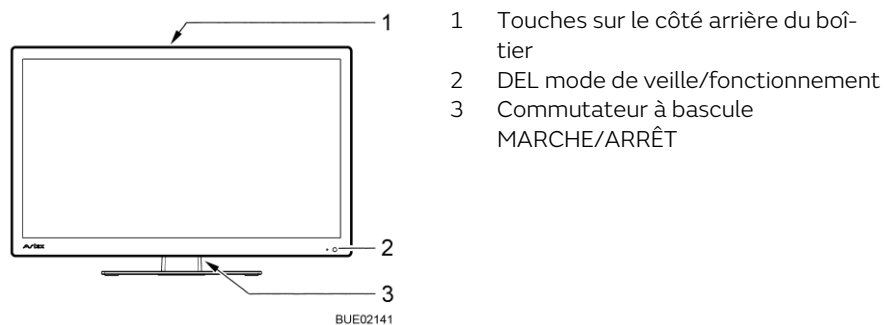
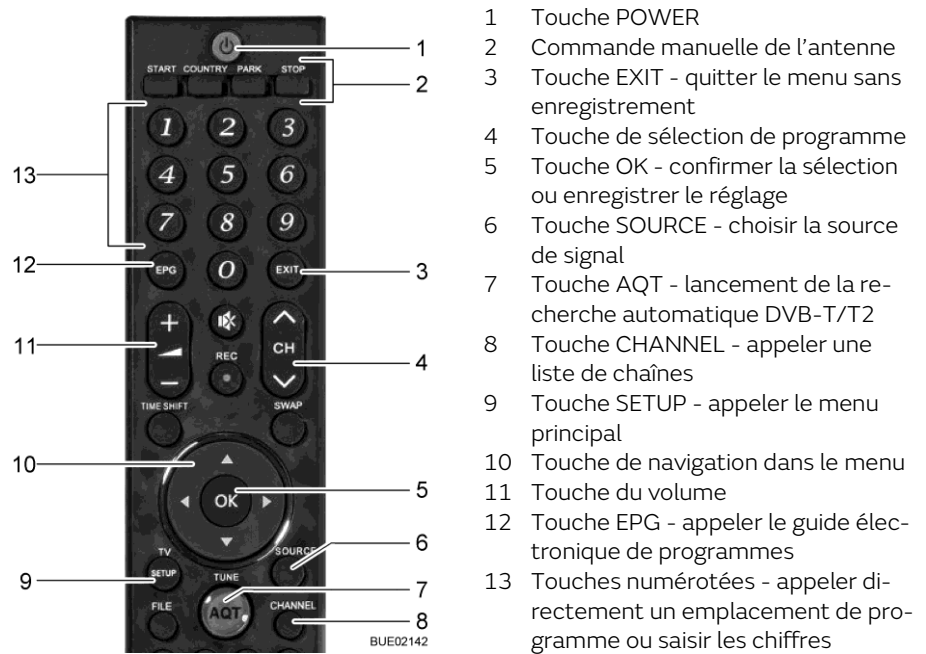

Fig. 50 Commande à l'écran plat
Fig. 51 Télécommande
- Positionner le commutateur à bascule (Fig. 50,3) en face arrière de l'écran plat sur MARCHE. Le système passe dans le mode de veille. La DEL (Fig. 50,2) s'allume en rouge.
- Appuyer sur la touche POWER (Fig. 51,1) de la télécommande. La DEL (Fig. 50,2) s'allume en bleu.
- Appuyer sur les touches de sélection de programme (Fig. 51,4 ou Fig. 51,13) jusqu'à ce que le programme de télévision désiré soit choisi.
- Appuyer sur la touche SOURCE (Fig. 51,6) jusqu'à ce que la source de signal désirée soit choisie.
- Appuyer sur la touche PARK (Fig. 51,2). L'antenne se met en position rangée.
- Appuyer sur la touche SOURCE (Fig. 51,6) jusqu'à ce que la source de signal désirée (telle que DVD) soit choisie.
- Appuyer sur la touche POWER (Fig. 51,1) de la télécommande. Le système passe dans le mode de veille. La DEL (Fig. 50,2) s'allume en rouge.
- Positionner le commutateur à bascule (Fig. 50,3) en face arrière de l'écran plat sur ARRÊT.